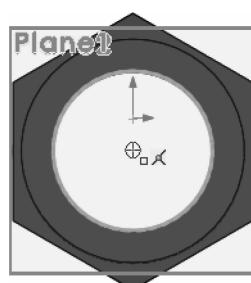

图 12-16 添加草图点
**步骤 12 添加草图点** 单击【视图】/【后】，单击【草图】/【点】，插入连接点。单击【确定】退出草图。如图 12-16 所示。